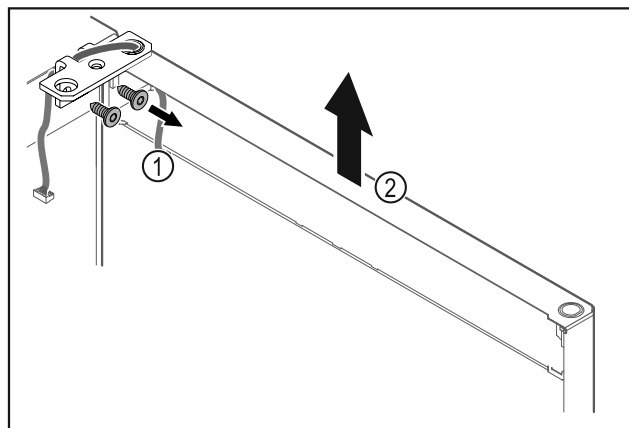

Fig. 24
- ▶ Odvrnite kutne šarke Fig. 24 (1).
- ▶ Dignite vrata s kutnim šarkama Fig. 24 (2) cca 200 mm ravno prema gore i skinite ih.